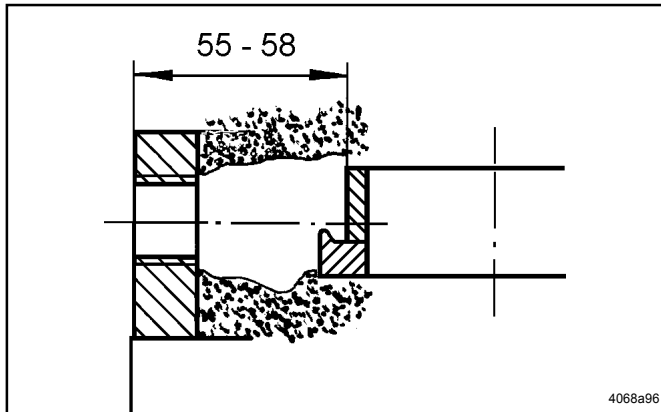

Abb. 5 - Freigraben von Fett
- * Ist die Pumpe mit Fett gefüllt, mit einem geeigneten Gegenstand, wie z. B. einem sauberen Schraubenzieher, im Fett ein Loch bis zum Exzentering freigraben (Abb. 5).